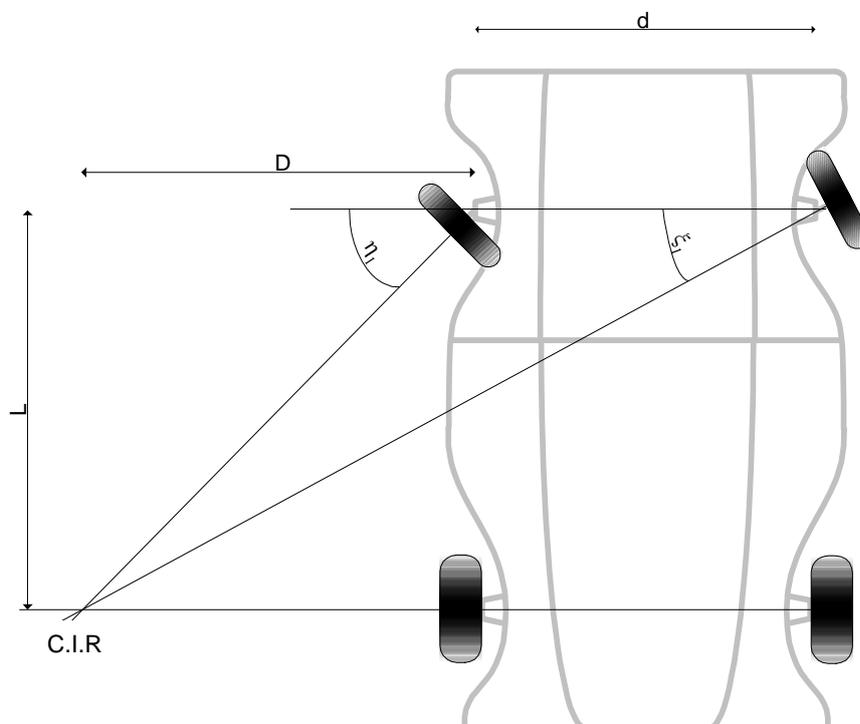

Figura 1. Condición de Ackerman para la dirección.
- Para permitir el no deslizamiento lateral de las 4 ruedas, el mecanismo de dirección debe cumplir lo mejor posible la relación geométrica de Ackerman para ángulos de giro pequeños, $1/\tan \xi - 1/\tan \eta = d/L$ (ver figura 1). De esta forma, el punto de corte de los ejes de las 4 ruedas será el centro instantáneo de rotación (C.I.R.) del movimiento del chasis.